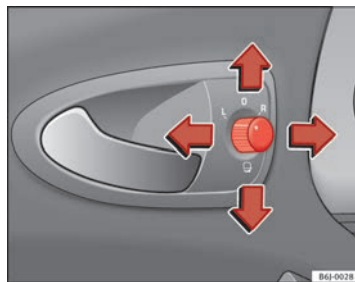

Fig. 68 Regolazione degli specchi retrovisori esterni
1. In primo luogo, ruotare la manopola ⇒ fig. 68 portandola nella posizione **L** (**specchietto esterno sinistro**).
- Per far ripiegare su se stessi gli specchietti esterni si deve ruotare la manopola ⇒ **fig. 68** portandola nella posizione . Si consiglia di richiudere sempre gli specchietti esterni quando si porta il veicolo all'autolavaggio, altrimenti potrebbero danneggiarsi.